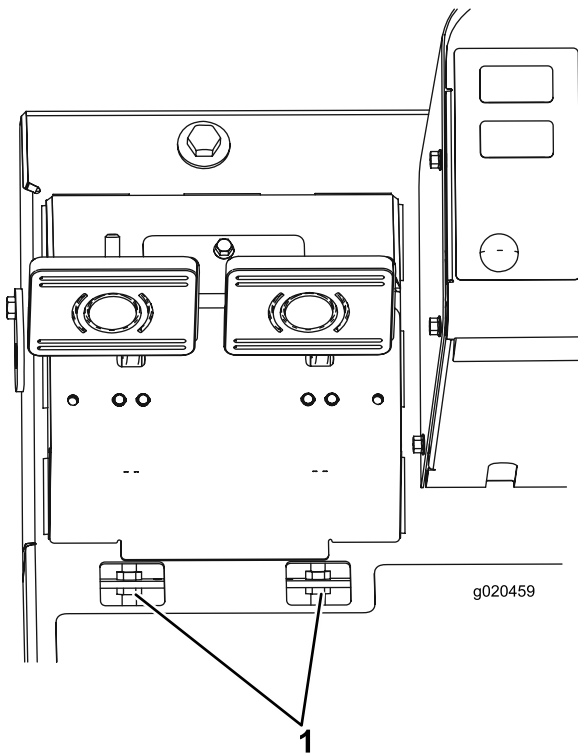

Figure 92
- B. Desserrez l'écrou avant sur l'extrémité fileté du câble de frein (Figure 92).